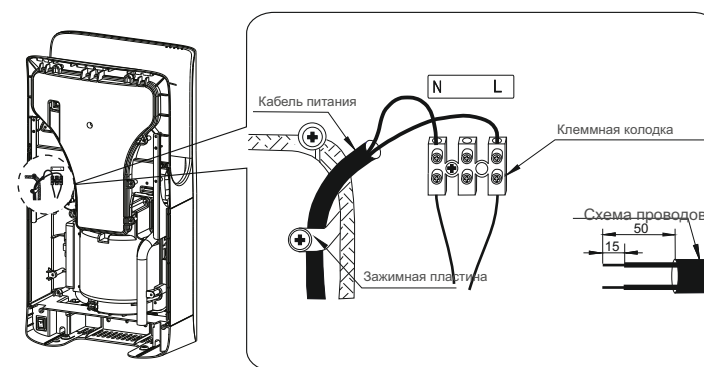

Рисунок 9
- Закрепите кабель питания в клеммной колодке. (Рисунок 9).